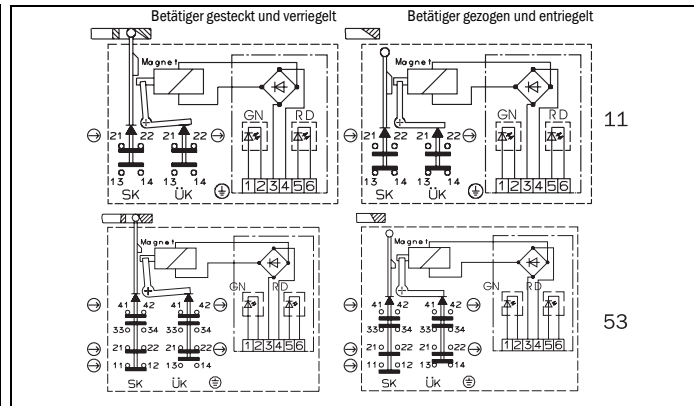

Abb. 2: Schaltelemente und Schaltfunktionen
- Kontaktbelegung siehe Abb. 2.
Durch Anlegen der Magnetbetriebsspannung entsperrt die Zuhaltung den Betätiger/die Schutzvorrichtung. Die Zuhaltungsüberwachung ÜK wird geöffnet. Grüne und rote LED leuchten (Abb. 2).
Für den Sicherheitskreis dürfen ausschließlich die mit dem Zwangsöffnungssymbol gekennzeichneten Schaltglieder des Überwachungsschaltkreises ÜK verwendet werden (siehe Abb. 2).
Durch Abschalten der Magnetbetriebsspannung entsperrt der Zuhaltebolzen den Betätiger/die Schutzvorrichtung. Der Überwachungsschaltkreis ÜK wird geöffnet. Die rote und die grüne LED leuchten (siehe Abb. 2).